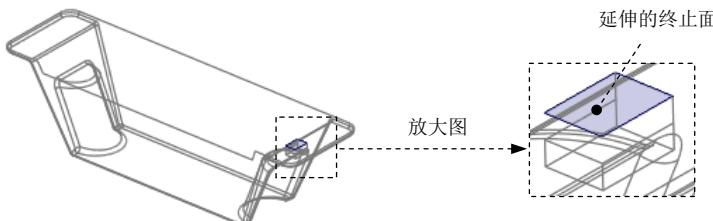

图 12.13 选取延伸的终止面
- (8) 选取延伸的终止面。
- ① 在操控板中按下 按钮（延伸类型为“至平面”）。
- ② 在系统的提示下，选取图 12.13 所示的坯料的表面为延伸的终止面。
- ③ 在操控板中单击 按钮，完成延伸曲面的创建。